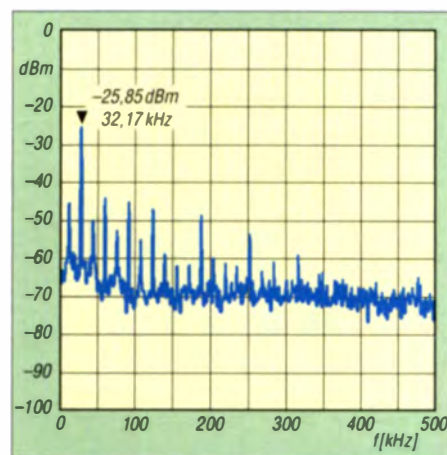
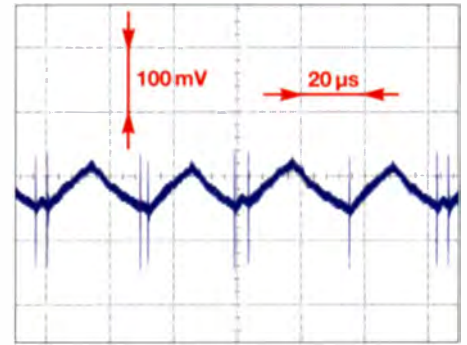

Bild 8: Spektrum im Bereich von 0 Hz bis 500 kHz auf der Ausgangsspannungsschiene des 5-V-Abwärtsschaltreglers bei 0,5 A Belastung
Bild 10: Ausgangsgleichspannung des 5-V-Aufwärtsschaltreglers nach Bild 2 bei Belastung mit 0,5 A
-25 dBm in Bild 8 zu sehen. Die Störungen unterschreiten die -50-dBm -Grenze bereits bei etwa 200 kHz . In Bild 10 ist außerdem das Oszillogramm bei 5 V Ausgangsspannung und 500 mA Belastung zu sehen.